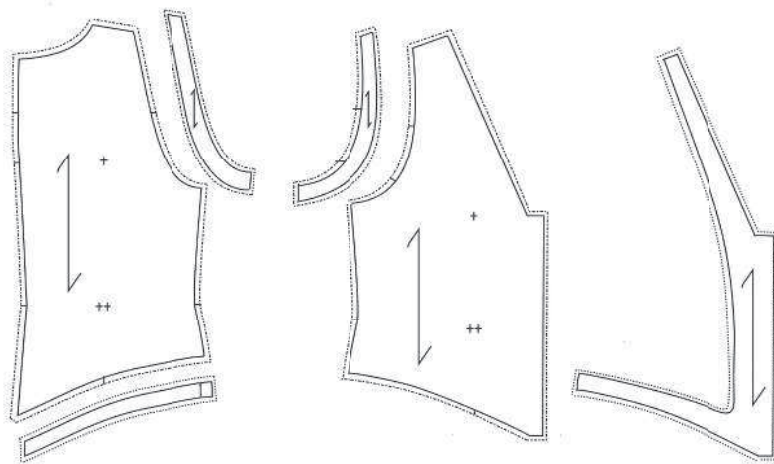

Рис. 4
Это законченные лекала модели, которые включают в себя не только все изменения, внесенные в базовую выкройку, но и припуски на швы, отметки для точной стыковки деталей, насечки для точной сборки изделия, обозначение лицевой стороны (DF), направления кромки (DL) и т.д. (см. рис. 4 на с. 68).